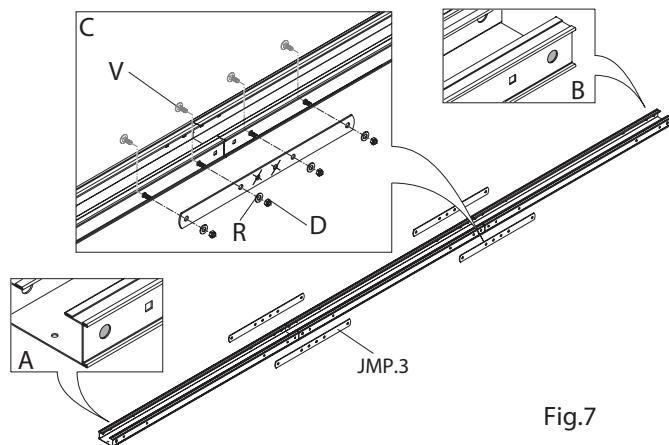

Fig.7
1. Bereid de drie delen die deel uitmaken van het geleidersrail JMP.1 voor, door ze te plaatsen zoals aangegeven in Fig.7, op die manier dat de gaten op het uiteinde uitkomen zoals aangegeven in Detail A en B.